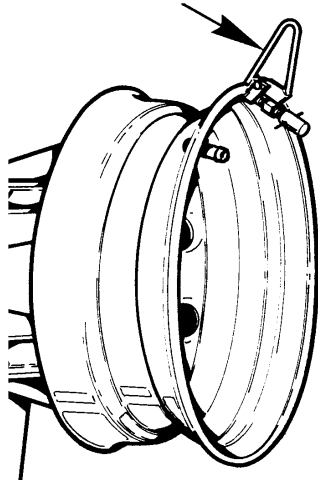

Abb.24
1. Die ganze Innenfläche der Felge und die Reifenwülste großzügig schmieren. Die Montageklemme am Felgenaußenrand anbringen (Abb.24), wobei das Ventil in 11-Uhr-Position und die Klemme in 12-Uhr-Position stehen muß.